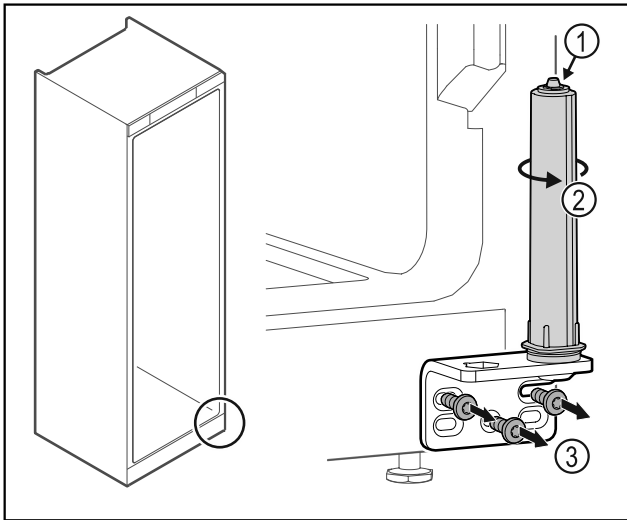

Fig. 39
- ▶ Не разбирайте систему закрытия двери Fig. 39 (1).
- ▶ Поворачивайте систему закрытия Fig. 39 (2) до щелчка.
- ▶ Отвинтите шарнирные уголки Fig. 39 (3).